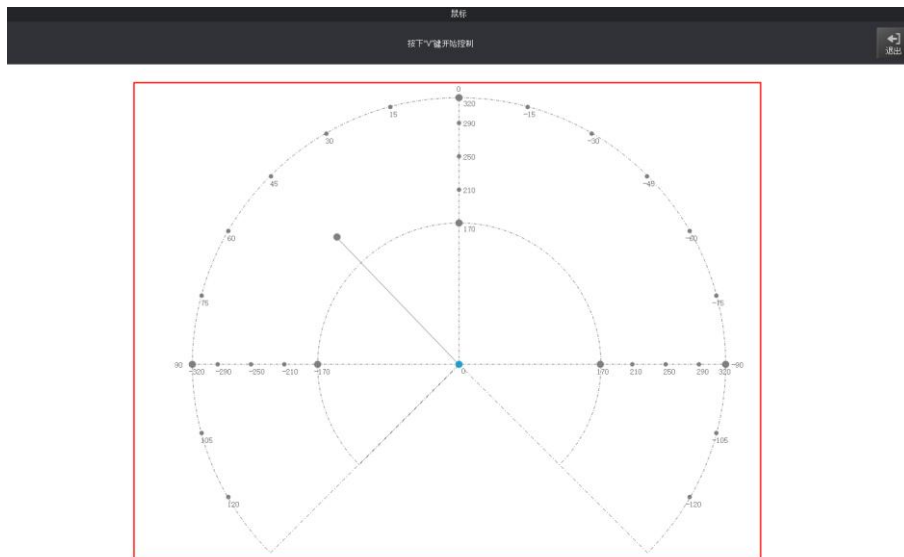

图 5.97 在红色圆环范围内移动机械臂
**步骤 5** 按一下键盘上的“V”键开启鼠标控制功能，然后拖动鼠标可在如图 5.97所示的范围内移动机械臂。